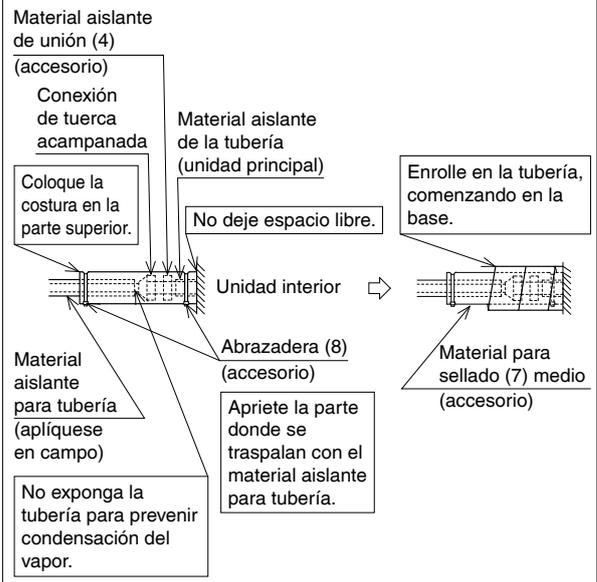
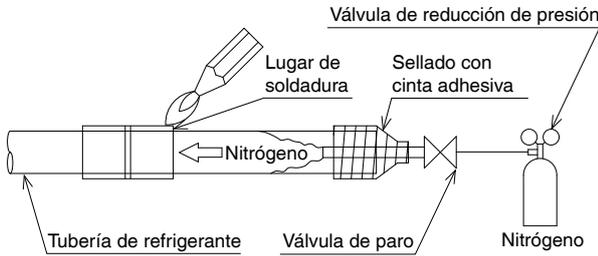

Fig. 11
Fig. 12
- Después de la prueba de fugas, consulte la **Fig. 11**, y aisle las conexiones de las tuberías de gas y líquido con el material aislante para juntas incluido (4) y (5), para evitar que las tuberías queden expuestas. A continuación, apriete ambos extremos del material aislante con la abrazadera (8).
- Envuelva el material de sellado (medio) (7) en el material aislante de la junta (4) y (5) (sección de tuerca abocardada), en la tubería de gas y de líquido.
- Asegúrese de que la costura del material aislante para juntas (4) y (5) quede en la parte superior.
- Antes de soldar la tubería de refrigerante, se debe hacer fluir nitrógeno en la tubería de refrigerante y sustituir el aire con nitrógeno (NOTA 1) (Consulte la Fig. 12). Enseguida, lleve a cabo la soldadura (NOTA 2). Después de todos los trabajos de soldadura, lleve a cabo la conexión con la unidad interior. (Consulte la Fig. 11)